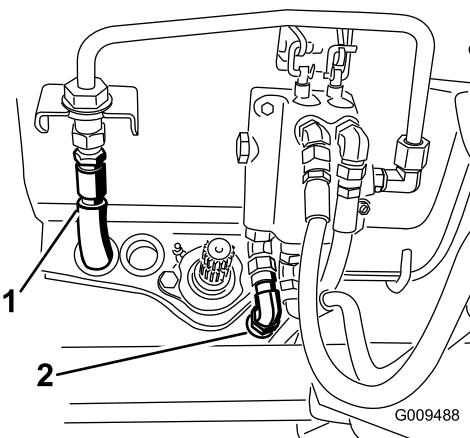

図 51
15. 圧力側ホースをバルブの金属製パイプに、タンク側ホースをバルブに接続する 図 51。